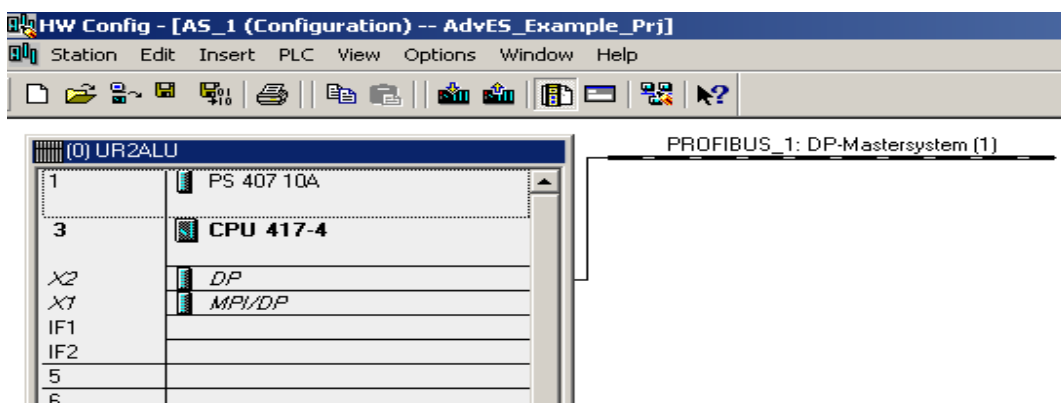

图 5 示例项目中的 AS 和 Profibus
b. 单项目中有 AS 及 Profibus 网络，如图 5